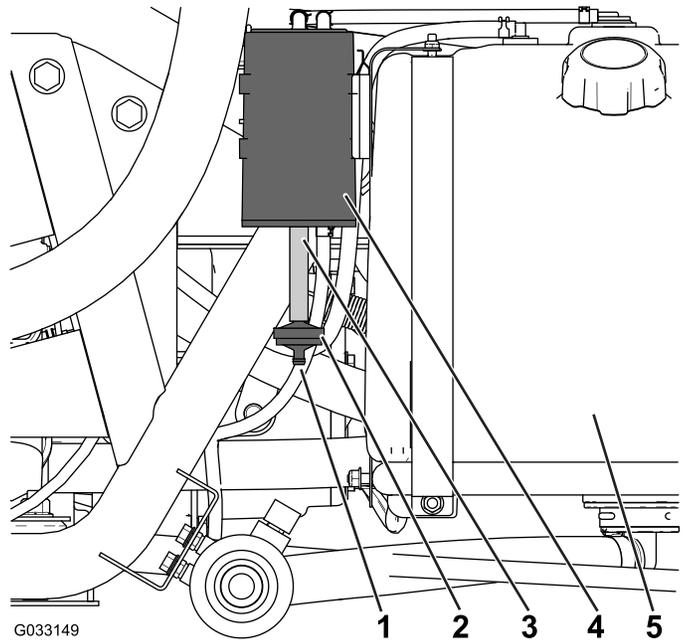

图 47
检查碳罐空气过滤器底部的开口确保开口清洁且没有任何杂物和障碍图 47。
1. 从碳罐底部的软管拆下碳罐过滤器的宝塔接头然后取出过滤器图 47。